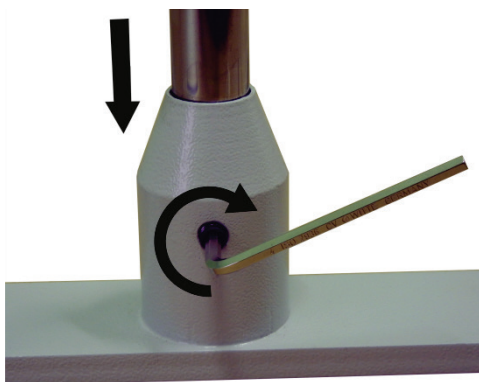

Рисунок 2 - Сборка штатива
- 6.2. Вставьте стойку для крепления привода до упора в крепёжную втулку на основании штатива (Рисунок 2).